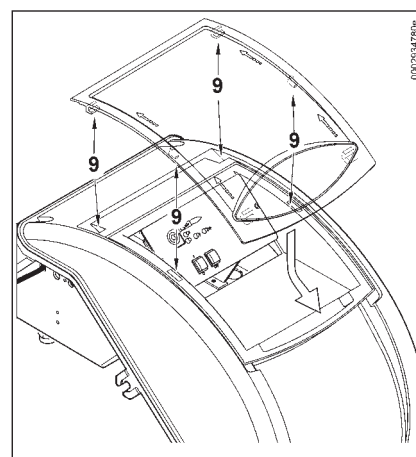

图 5
- 5) 为了正确安装好透明的盖板，如图5所示，对应各自的点（9）定位挂钩，并按箭头方向滑动门直到听到轻微的接触以确保密封为止。